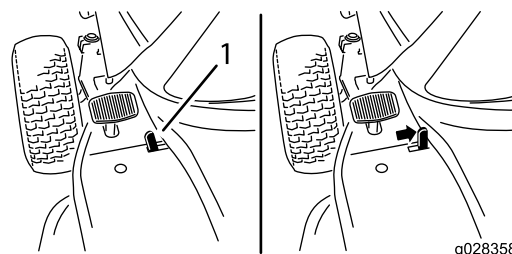

Figura 5
2. Mueva la palanca del freno de estacionamiento a la derecha (Figura 5).
2. Mueva la palanca del freno de estacionamiento a la izquierda (Figura 5).